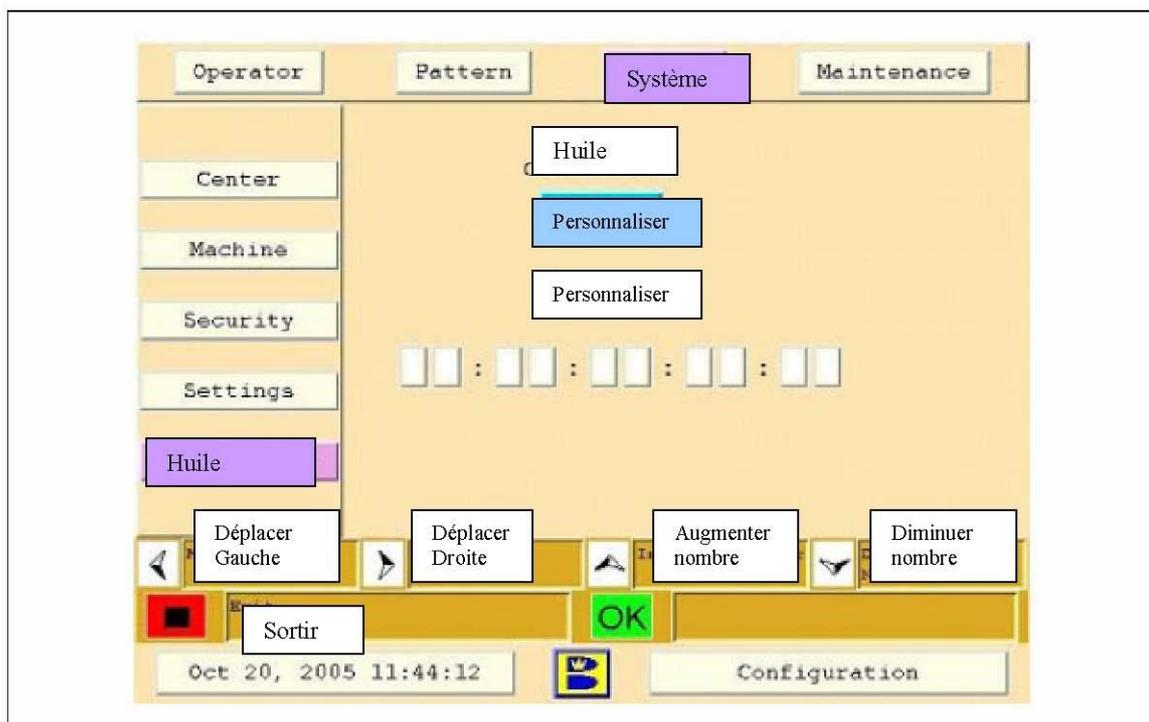

Figure 4-20. L'huile
- 1 Allez dans le menu **Système**. Référez-vous à la Figure 4-20.